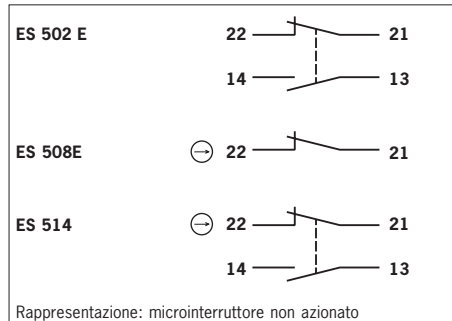

Fig. 1: Microinterruttori e schema di collegamento
- ▶ Cablaggio dei contatti: vedere fig. 1